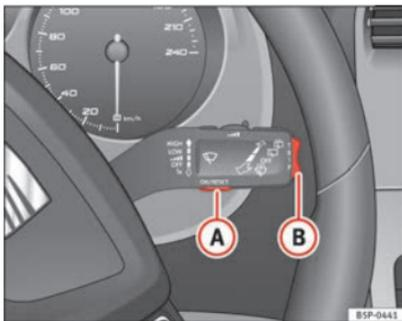

Abb. 47 Scheibenwischerhebel (MFA): Taste A zur Bestätigung von Menüpunkten und Wippe B zum Wechseln der Menüs
- Wählen Sie im Hauptmenü den Menüpunkt **Fzg-Status**: „Hauptmenü“ und drücken Sie die Taste  am Scheibenwischerhebel  ⇒ **Abb. 47**. Oder